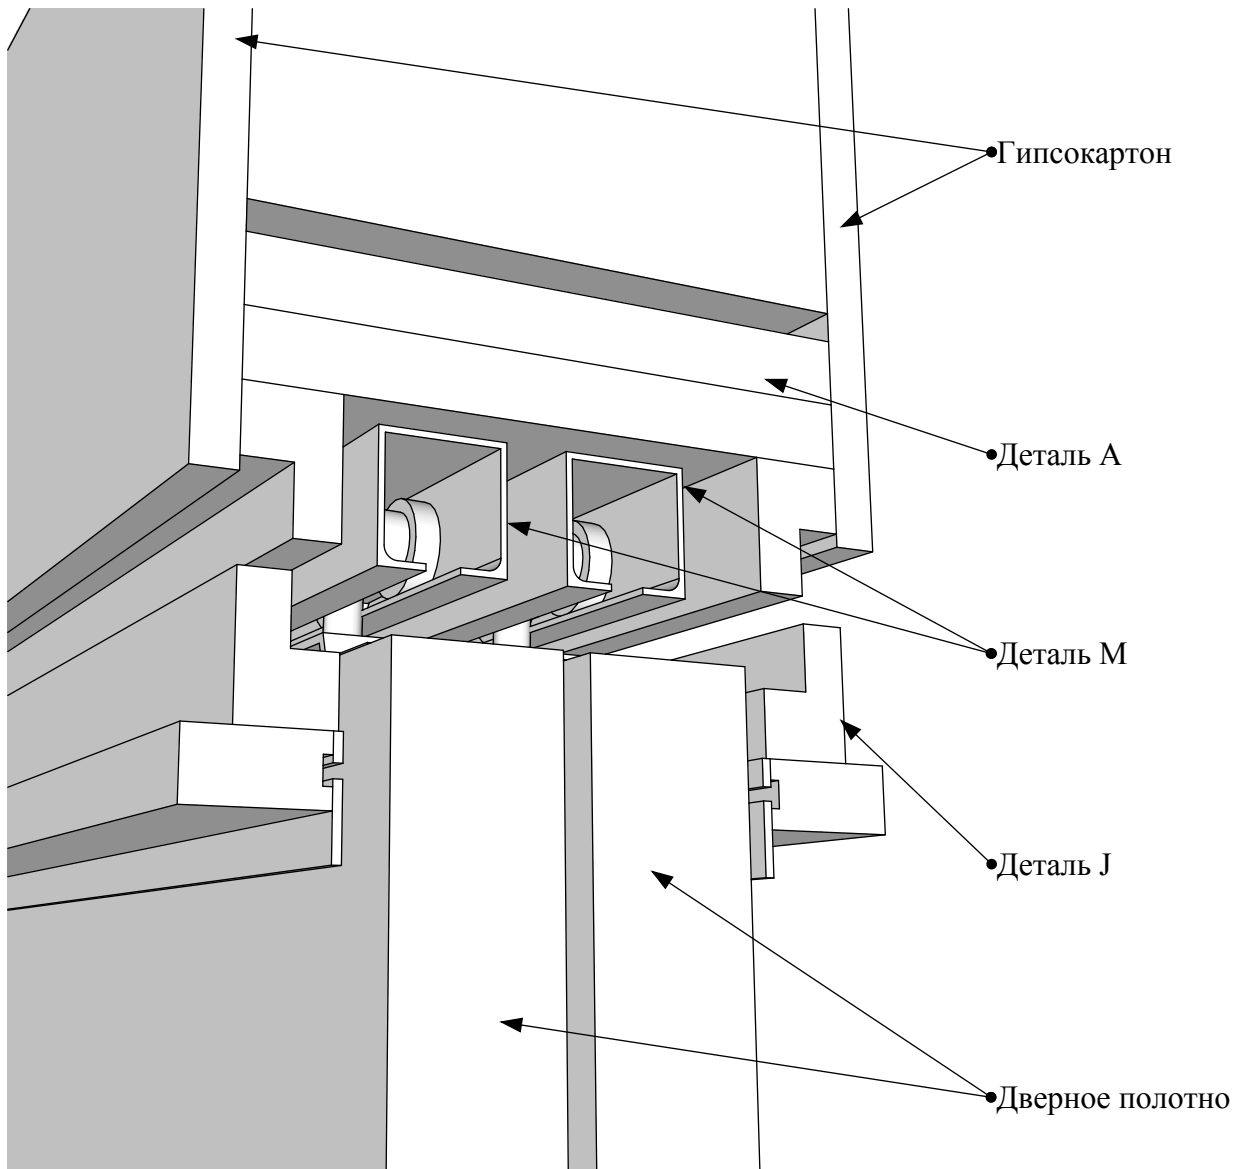

Рисунок 24
11. Установить горизонтальные основы под обрамляющие элементы и завести в паз (деталь J) щёточный уплотнитель (Рис.24).